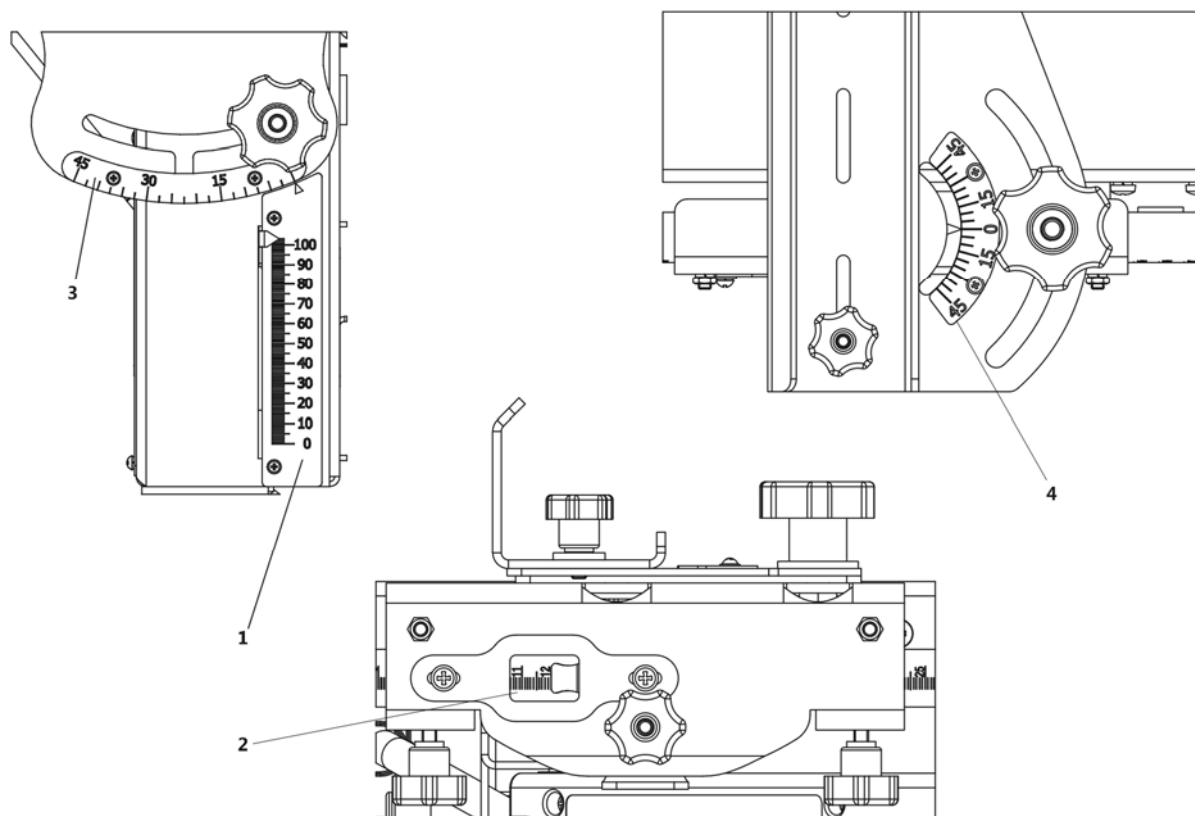
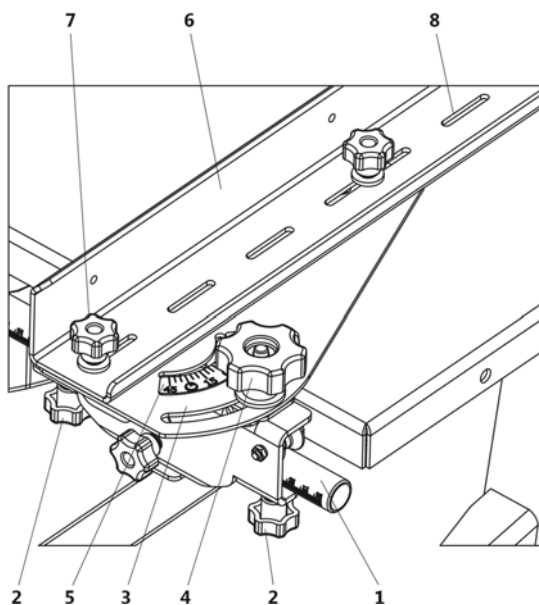

Рисунок 7. Шкалы настройки реза
Рисунок 8. Регулировка положения направляющей линейки
6.1.2 Регулировка шкал (рис. 7)
7.1.1 Установка и настройка направляющей линейки (рис. 8)
Направляющая линейка может перемещаться по направляющей 1 пильного стола. После выставления необходимого размера по шкале 2 (рис. 7), направляющая линейка фиксируется ручками 2 (рис. 8). Для изменения угла поворота направляющей линейки расфиксируйте поворотный кронштейн 3 ручкой 4 и поверните на необходимый угол по шкале 5, зафиксируйте установленный угол.
- с помощью маховика 11 установить по шкале 1 (рис. 7) указатель на необходимую глубину пропила;
- с помощью рукоятки 13 установить по шкале 3 (рис. 7) указатель на необходимый угол наклона пильного диска;